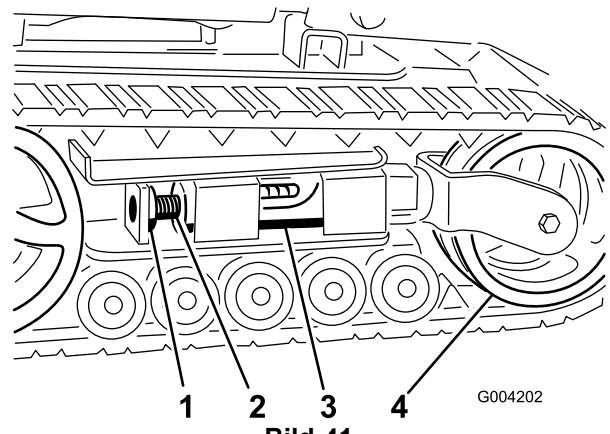
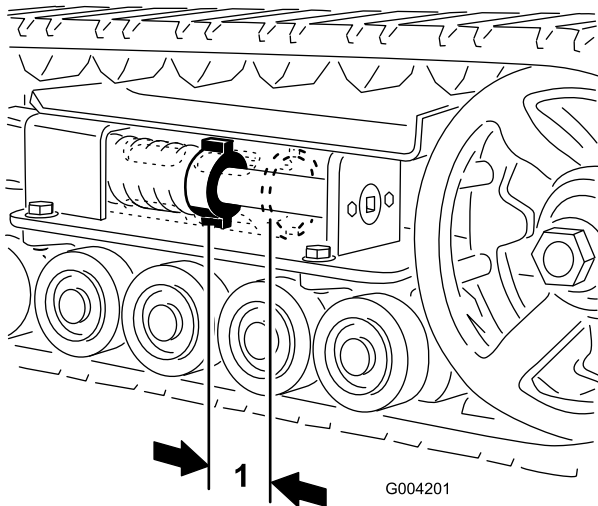
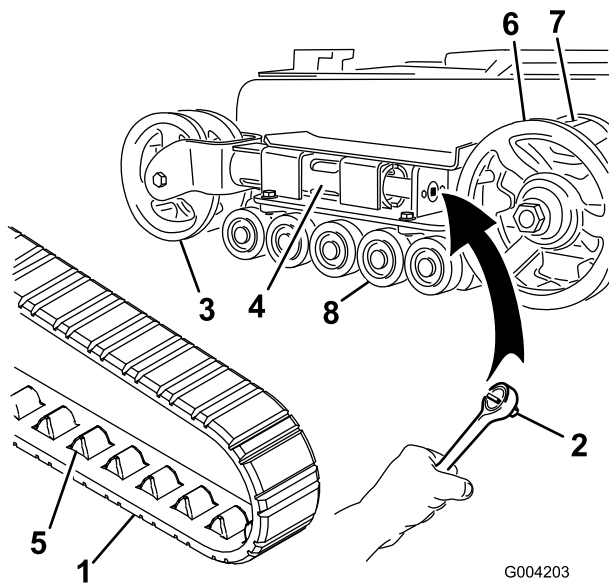
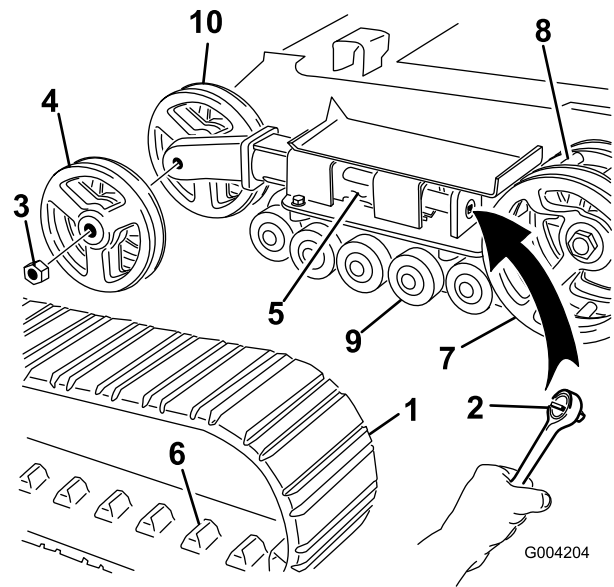

Bild 41
Bild 40
Bild 42
Bild 43
Zwischen der Spannungsmutter und der Rückseite des Spannungsrohrs sollte ein Abstand von 7 cm sein (Bild 40). Stellen Sie ansonsten die Kettenspannung wie folgt ein:
3. Entfernen Sie die Befestigungsschraube und Mutter (Bild 41).
4. Drehen Sie die Spannschraube mit einem Sechskantschlüssel (1/2 Zoll) (Bild 42) nach links, bis der Abstand zwischen der Spannmutter und der Rückseite des Spannungsrohrs 7 cm beträgt (Bild 40).
5. Richten Sie die am nächsten liegende Kerbe in der Spannschraube mit dem Loch der Befestigungsschraube aus und befestigen Sie die Schraube mit der Befestigungsschraube und Mutter (Bild 41).
4. Lösen Sie die Antriebsspannung mit einem Sechskantschlüssel (1/2 Zoll), indem Sie die Spannschraube nach rechts drehen (Bild 41 und Bild 42).
5. Drücken Sie das Spannradschlauch zur Rückseite der Maschine, um den Druckschlauch gegen den Rahmen zu bewegen (Bild 42). (Wenn es den Rahmen nicht berührt, drehen Sie die Spannschraube so lange, bis es funktioniert.)
7. Wenn Sie die Kette vom Spannradschlauch entfernt haben, entfernen Sie sie auch vom Antriebsrad und den Straßenrädern (Bild 42).
8. Legen Sie die neue Kette, beginnend beim Antriebsrad, um das Rad und stellen Sie sicher, dass die Stollen an der Kette zwischen die Zahnräder am Rad passen (Bild 42).
9. Drücken Sie die Kette unter und zwischen die Straßenräder (Bild 42).
11. Drehen Sie die Spannschraube nach rechts, bis der Abstand zwischen der Spannmutter und der Rückseite des Abzweigschlauchs 7 cm beträgt (Bild 40).
4. Lösen Sie die Antriebsspannung mit einem Sechskantschlüssel (1/2 Zoll), indem Sie die Spannschraube nach rechts drehen (Bild 41 und Bild 43).
5. Drücken Sie das Spannradschlauch zur Rückseite der Maschine, um den Druckschlauch gegen den Rahmen zu bewegen (Bild 43). (Wenn es den Rahmen nicht berührt, drehen Sie die Spannschraube so lange, bis es funktioniert.)
6. Nehmen Sie die Mutter ab, mit der das äußere Spannradschlauch befestigt ist. Nehmen Sie das Rad ab (Bild 43).
7. Nehmen Sie die Kette ab (Bild 43).
8. Nehmen Sie die Mutter ab, mit der das innere Spannradschlauch befestigt ist. Nehmen Sie das Rad ab (Bild 43).
12. Setzen Sie das innere Spannrad ein und befestigen Sie es mit der vorher abgenommenen Mutter (Bild 43).
14. Montieren Sie die neue Kette. Achten Sie darauf, dass die Stollen in der Kette zwischen die Zahnräder in der Mitte des Antriebsrads passen (Bild 43).
15. Setzen Sie das äußere Spannrad ein und befestigen Sie es mit der vorher abgenommenen Mutter (Bild 43).
17. Drehen Sie die Spannschraube nach rechts, bis der Abstand zwischen der Spannmutter und der Rückseite des Abzweigschlauchs 7 cm beträgt (Bild 40).